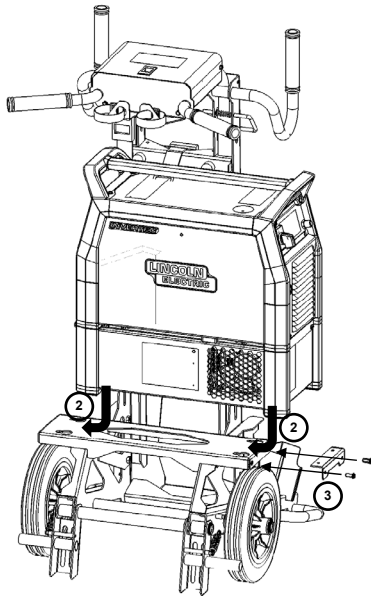

Bild 4
2. Skjut in strömkällan+kylaren i hålen på plattan (Bild 4).
3. Skruva fast den blockerande metallen för att undvika rörelse av full utrustning (Bild 4).